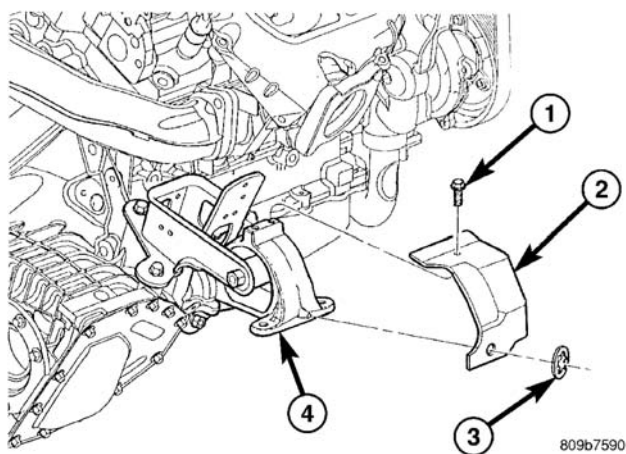

图 83 后支座隔热板
- (1) 用举升器升起车辆。
- (2) 卸下后支座隔热板（图 83）。
- (4) 安装后支座隔热层（图 83）。
- (5) 降下吊车上的车辆。